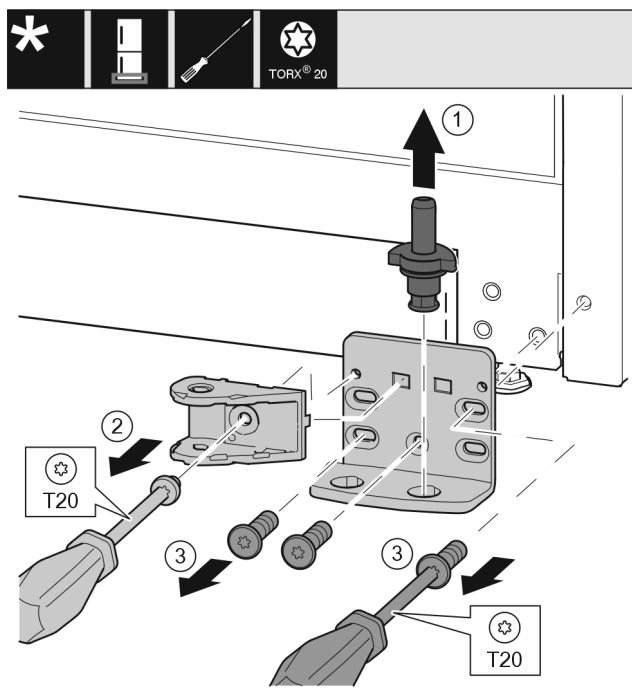

Fig. 22
- Retirer entièrement l'axe de palier Fig. 22 (1) par le haut.
- Desserrer la vis Fig. 22 (2) avec un tournevis et retirer la liaison de l'amortisseur de fermeture.
- Desserrer les vis Fig. 22 (3) avec un tournevis et retirer le support de palier.